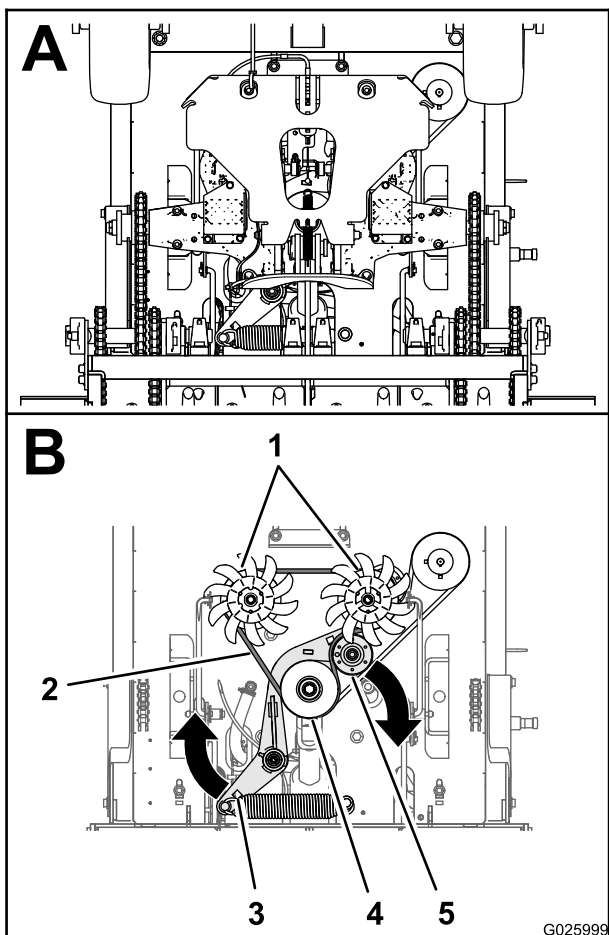

Figure 56
2. Insérez une barre de levier dans le trou du support de tension de la courroie et déplacez le support vers l'extérieur et l'avant (Figure 56).
3. Déchaussez la courroie d'entraînement de transmission des poulies du moteur, de tension et de transmission (Figure 56).
4. Acheminez la nouvelle courroie d'entraînement de transmission autour des poulies du moteur, de tension et de transmission comme montré à la Figure 56
5. Relâchez le support de tension de la courroie pour permettre au ressort de tendre la courroie (Figure 56).